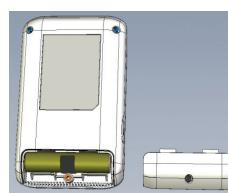
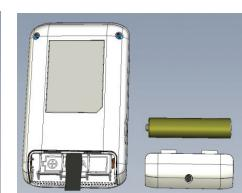

Рис. 1a
Рис. 1b
5.2.1. Для установки / замены батареи отвинтите и удалите крышку отсека батареи на задней стороне устройства (рис. 1a). Удалите старую батарею (при наличии), используя встроенную тканевую полоску; вставьте новую батарею, следуя указаниям по полярности внутри отсека батареи (рис. 1b), замените крышку и подтяните болты.